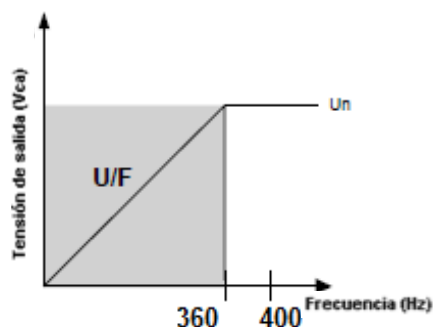

Figura 4.1: Punto de actuación de la protección U/F
La figura 4.1 presenta-se el gráfico de variación de la tensión del alternador en función de la variación de la frecuencia. Para frecuencia nominal de operación el U/F se encuentra incapacitado. En caso de reducción de la rotación (ex: apagar el equipo), la excitación disminuye, reduciendo la tensión de salida del alternador. La caída de tensión es en un promedio de 7,5V/Hz
El trimpot **U/F** determina el punto de actuación del modo U/F, que puede ser desde la frecuencia nominal (Fn) hasta 1/3 de Fn, cuyo valor sale ajustado de fábrica 10% debajo de la Fn. Para operación en 400Hz es ajustado para 360Hz (ver Figura 4.1), cuyo valor puede ser alterado de acuerdo con la necesidad de cada aplicación.
1. No dejar la protección U/F abajo de 20% de la frecuencia nominal. La configuración debe ser hecha conforme la Figura 4.1 to para evitar problemas en el desligamiento.